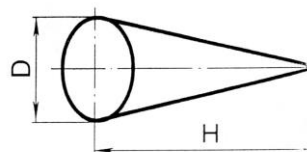

Рис. 5.13
5.19. Спроектувати контейнер у формі кругового конуса без дна місткістю V (рис.5.13). Якими повинні бути його геометричні характеристики D і H , щоб його бічна поверхня була мінімальною?